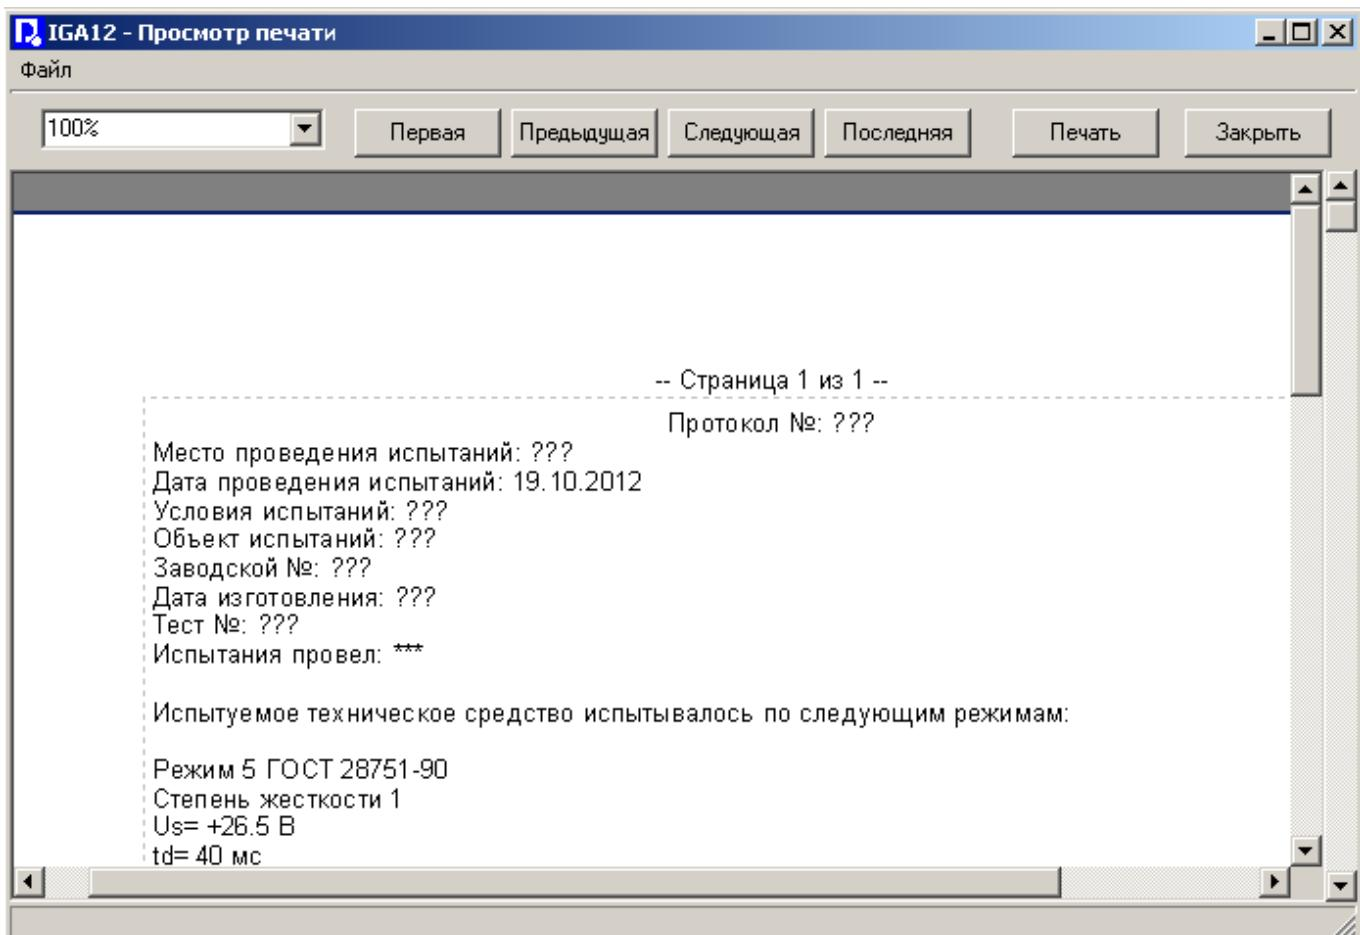

Рисунок 16
- Предварительный просмотр протокола перед печатью (см. рисунок 16)